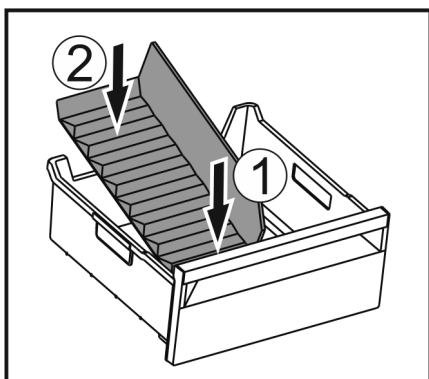

Fig. 176
- Sätt in frysfacksdelarens främre del. Fig. 176 (1)
- Sänk ned frysfacksdelarens bakre del till lådans botten. Fig. 176 (2)